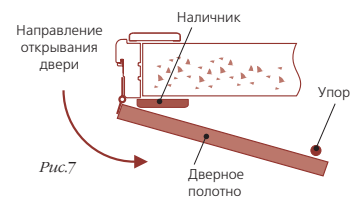

Рис. 7
- 5.4 Наличник не должен мешать открыванию двери (Рис. 7) и его следует устанавливать как можно дальше от полотна.